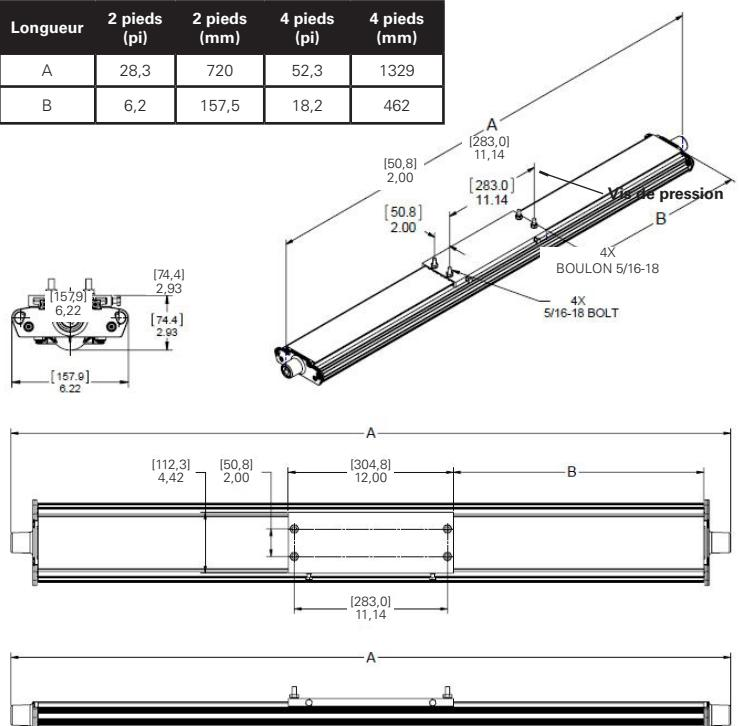

Figure 3 : DP1057MTK Montage arrière
- Pour le montage arrière, utiliser le support comme modèle pour marquer des trous et les percer, puis utiliser les boulons de 5/16 po inclus (voir la figure 3).
- Placer les quatre (4) boulons de 5/16 po dans la plaque de montage et les serrer uniformément sur la structure de support. Le couple minimal est de 138 po-lb (15,6 N.m).
- Serrer à fond les quatre (4) vis de pression de 1/4 po sur le support coulissant. Visser au couple de 78 po-lb (8,8 N.m).